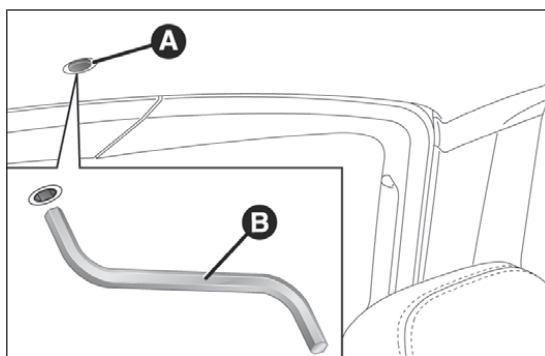

Abb. 70
- Den Schutzdeckel A Abb. 70 an der inneren Verkleidung entfernen;